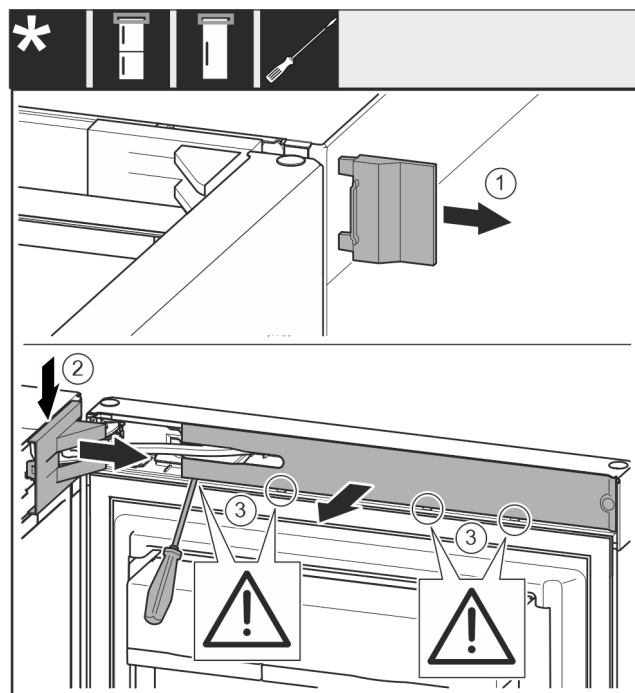

Fig. 8
- Vegye le a külső fedelet. Fig. 8 (1)
- Pattintsa ki és oldja ki a csapágybak fedelét. Vegye le a csapágybak fedelét. Fig. 8 (2)
- Pattintsa ki a takarólemezt lapos csavarhúzóval, és fordítsa oldalra. Fig. 8 (3)